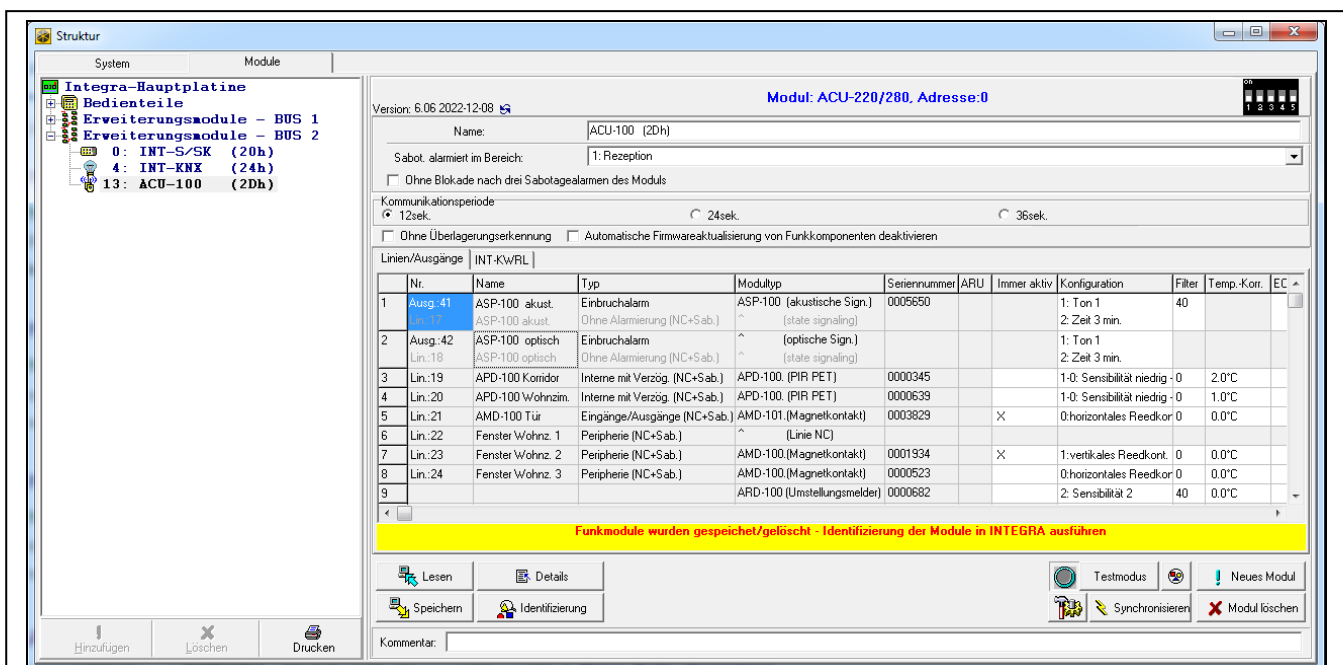

Abb. 23. Programm DLOADX: Informationen, die nach der Registrierung eines neuen Moduls im Funkbasismodul im System INTEGRA angezeigt werden.
10. Klicken Sie auf die Schaltfläche „Identifizierung“ (siehe Abb. 23). Erst wenn die Identifizierung der Erweiterungsmodule abgeschlossen ist, werden im Alarmsystem neue drahtlose Linien / Ausgänge verfügbar sein.